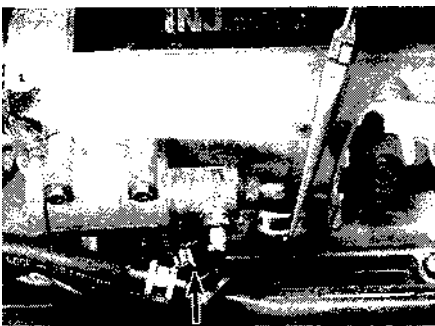

Рис. 13.57, а. Ослабьте затяжку хомута при помощи плоского гребца и сдвиньте хомут
- 57 Отсоедините шланги от воздушного клапана, затем снимите клапан со стенки воздушной камеры (см. рис. 13.57, а, 13.57, б и 13.57, в).